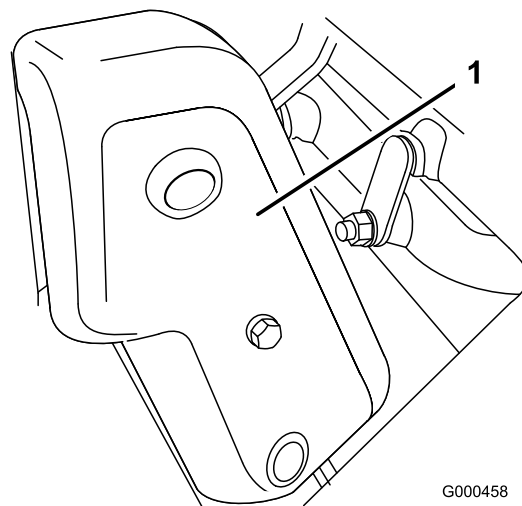

図 34
1. ベルト・カバー取り付けネジ (図 34)を外してベルトを露出させる。